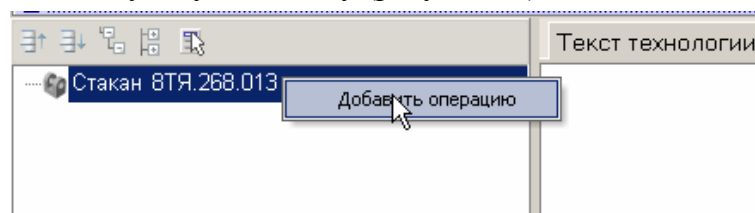

Рисунок 43 – Добавление операции
2.12.4 Первый этап проектирования технологического процесса будем выполнять формированием дерева ТП. Вторым элементом после самой детали в иерархии дерева ТП является операция, поэтому для начала добавим в проектируемый технологический процесс первую операцию. Для этого, установив курсор мыши на наименование детали в дереве ТП, вызываем контекстное меню и выбираем из него соответствующую команду (рисунок 43).